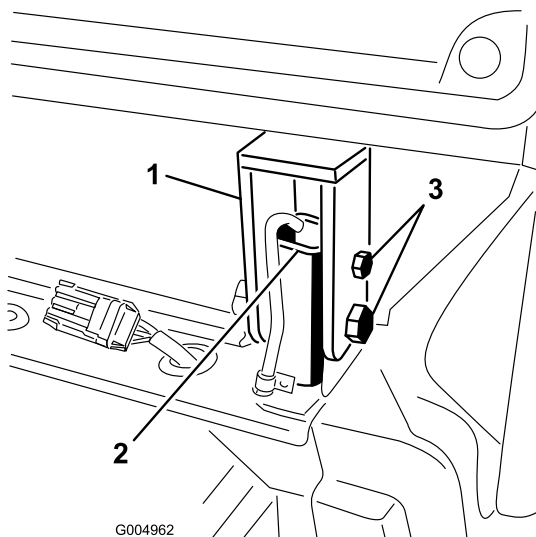

Figura 26
12. Apriete los pernos y las tuercas que sujetan los montajes traseros de la cabina a los postes del ROPS (Figura 26). Ajuste el gato si los pernos se traban y son difíciles de retirar.